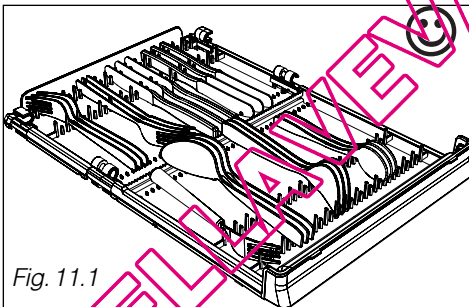
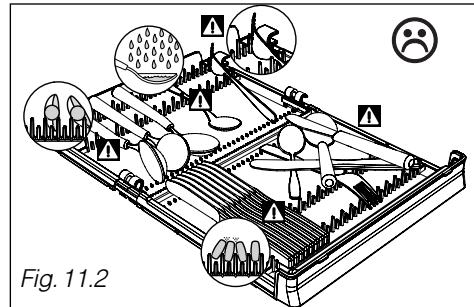

Fig. 11.1
Fig. 11.2
*Pour un lavage et un séchage optimum, privilégiez une orientation des couverts telle que représentée fig.11.1. Prenez garde à éviter des positionnements tels que représentés fig. 11.2 (couverts trop rapprochés, manches ronds non tenus, couverts débordants du tiroir..... Les couverts encombrants sont à placer dans le panier supérieur.*